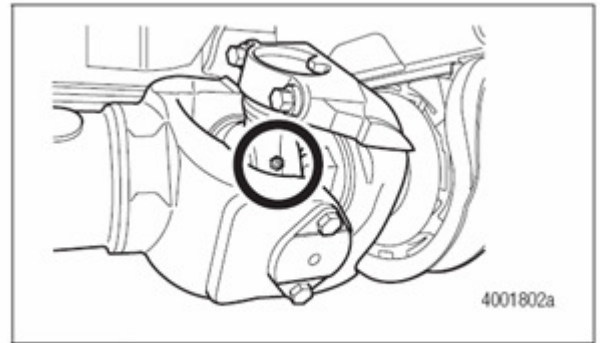

Figura 4.9
1. Verifique que todas las graseras estén instaladas. Reemplazar accesorios faltantes o dañados. Ajustelos a 6lb-ft (8N◀m) Figura 4.9